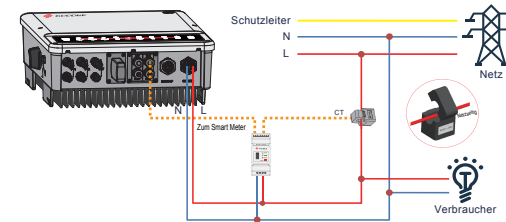

Abb. 27
• Anschlussplan für Smart Meter und Stromwandler (Abb. 27)